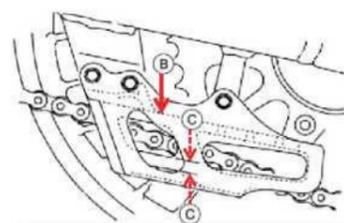

Fig. 2
3. Vérifiez que le curseur *Q* du guide de la chaîne du pignon arrière n'est pas usé et/ou endommagé. Fig. 2